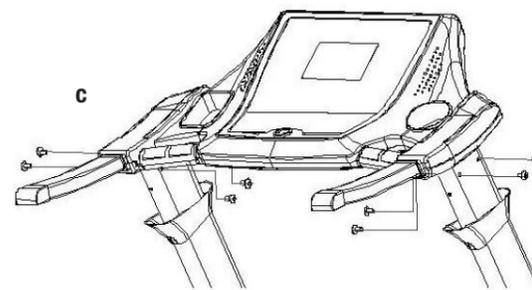

FIG. 8
- Fissare la consolle (Fig. 8) ai due montanti utilizzando per ciascuno 4 viti c [M8x15].